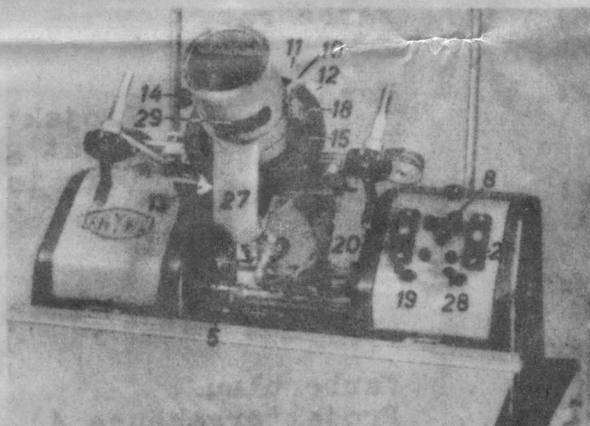
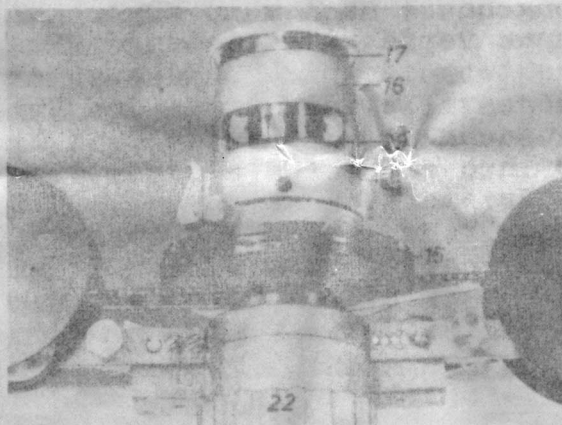

Bild 5
Bild 6
Überzeugt man sich jetzt noch, daß die Stellung des Steckers 8) Bild 5 mit der am Elektrizitäts-Zähler des Hauses abzulesenden Netzspannung und Stromart (das Gerät ist wegen seines eingebauten Trafos nur für Wechselstrom geeignet) übereinstimmt, so kann man den Schalter 28) einschalten. Das Gerät ist einsatzbereit.
- 1) Der Filmdurchlauf (vergl. Bild 6) kann durch Betätigung des Hebels 10) Bild 5 geöffnet oder geschlossen werden. Beim Lesen ist er geschlossen, beim Filmtransport öffnet man den Durchlauf, um den Film zu schonen.
- 2) Die maximal ausgeleuchtete Filmfläche ist 24 x 36 mm. Sie liegt normalerweise quer, d.h. mit der 36-Seite parallel zur Filmlängsachse. Je nach Bewegungsrichtung des Blendenhebels 11) Bild 5, im Uhrzeigersinn oder entgegengesetzt, bewegen sich 2 miteinander gekoppelte und zur Filmlängsachse senkrecht stehende Schneiden von außen nach innen oder umgekehrt und begrenzen die ausgeleuchtete Fläche seitlich.
- 4) Zum Lesen von unperforiertem Film kann die ausgeleuchtete Fläche auch senkrecht gestellt werden. Man löst zu diesem Zweck die Rändelschraube 14) Bild 5, nimmt das schwarze Blendengehäuse 15) zwischen die Fingerspitzen beider Hände und dreht es entgegen dem Uhrzeigersinn um 90°. (Falls das Prisma aufgesetzt ist, muß es zunächst entfernt werden, vergl. Absatz 7 unter I Allgemeines.) Jetzt liegt die 36-Seite der ausgeleuchteten Fläche senkrecht zur Filmlängsachse. Die Schraube 14) wird wieder eingedreht. Sie greift mit ihrem Ende in eine gegenüber der ersten Bohrung am Drehkörper um 90° versetzte und sichert gegen ungewünschtes Verdrehen. Bei der Betätigung der Hebel 11 - 13 in dieser Stellung bleibt die Blendenwirkung denselben Seiten zugeordnet wie bei der Querstellung der ausgeleuchteten Fläche.
- 5) Die Regulierung der Bildschärfe erreicht man durch Drehen des Objektivs 29) Bild 5, 6, ob im Uhrzeigersinn oder entgegengesetzt, das zeigt die Wirkung im Projektionsbild, die man dabei beobachtet. Dreht man das Objektiv fortgesetzt entgegen dem Uhrzeigersinn, so hat man es letztlich herausgeschraubt und kann es für eine andere Vergrößerung gegen das zweite austauschen.
- 6) Das Prisma, bestehend aus Prismengehäuse 16) und Prismentubus 17) Bild 6, paßt für beide Objektive. Sein Zweck ist, senkrecht zur Filmlängsachse oder auf dem Kopf stehende Schrift oder Zeichnungen im Projektionsbild lesegerichtet aufzurichten. Man erreicht das durch Drehen des Prismentubus in seinem Gehäuse.
- 7) Im allgemeinen wird das Lesegerät mit Prisma geliefert. Wünscht man es zu entfernen, so wird der Schnäpper 18) Bild 5 angehoben, und nach einer Drehung entgegen dem Uhrzeigersinn bis zum Anschlag kann das Prismengehäuse nach vorn abgezogen werden. Bei dem Aufsetzen des Prismas verfährt man sinngemäß. Es ist zweckmäßig, dabei den Prismentubus seinem Gehäuse zu entnehmen. Hat man den Tubus sicher abgestellt, nimmt man das Prismengehäuse so in die Hand, daß die Ausnehmung am unteren Rand links liegt. Achtet man darauf, daß ihre obere Kante gegen die Schraube 14) liegt, so kann man das Prismengehäuse leicht auf den Objektivträger aufschieben. Eine Drehung im Uhrzeigersinn bis zum Anschlag verriegelt den Bajonettverschluß; der Schnäpper rastet ein. Der Prismentubus wird wieder in sein Gehäuse geschoben, und zwar so tief, bis man Widerstand spürt.
- 9) Die Stellung "Dunkel" des Schalters 19) Bild 5 ist die Normalstellung. Bei sehr undeutlichen, insbesondere dichten Bildern wird der Schalter auf die Stellung "Hell" umgelegt. Die dadurch gegebene Höherbeanspruchung nimmt die Lampe kurzfristig ohne Schaden hin.
20) und 21) Bild 5 sind Sicherungsautomaten, die die Lampe und den Transformator vor Überspannungen schützen. Springen die Automaten wiederholt heraus, so deutet dieser Umstand darauf hin, daß die Netzspannung entweder zu hoch ist oder nicht mit der Steckerstellung 8) übereinstimmt. Außerdem können Schäden im elektrischen Teil des Gerätes selbst eingetreten sein, die vor dem Weiterarbeiten abgestellt werden müssen.
Jetzt kann der Filmdurchlauf durch Betätigung des Hebels 10) Bild 5 geschlossen werden. Das Lesen kann beginnen. Die Bildschärfe wird, wie unter I Absatz 5 beschrieben, durch Drehen des Objektivs reguliert. Beim Weitertransport Öffnen des Filmdurchlaufs nicht vergessen!
bühne angebrachten Winkel in ihrer unteren Stellung stehen, öffnet durch Betätigung des Hebels 10) Bild 5 den Filmdurchlauf und führt die Zapfen der Filmbühne in die Hohlachsen der Filmandruckrollen 25); dadurch ist die Bühne fest mit dem Gerät verbunden.
Planfilm wird ohne Filmbühne gelesen. Man legt den Film in das mitgelieferte Cellophanbuch 90 x 120 mm ein, bringt den Film in den Filmdurchlauf und klemmt ihn in der gewünschten Stellung durch Betätigung des Hebels 10) Bild 5 fest.